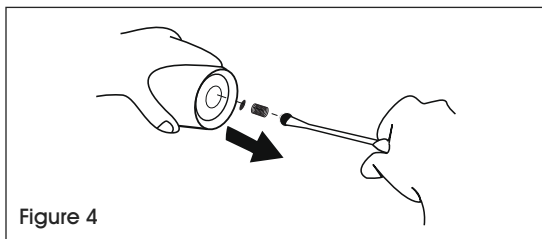

Figure 4
2. Retirez l'ensemble écran/ressort du filtre. Nettoyez-le avec de l'air comprimé ou remplacez-le s'il est endommagé. (Voir Figure 4)